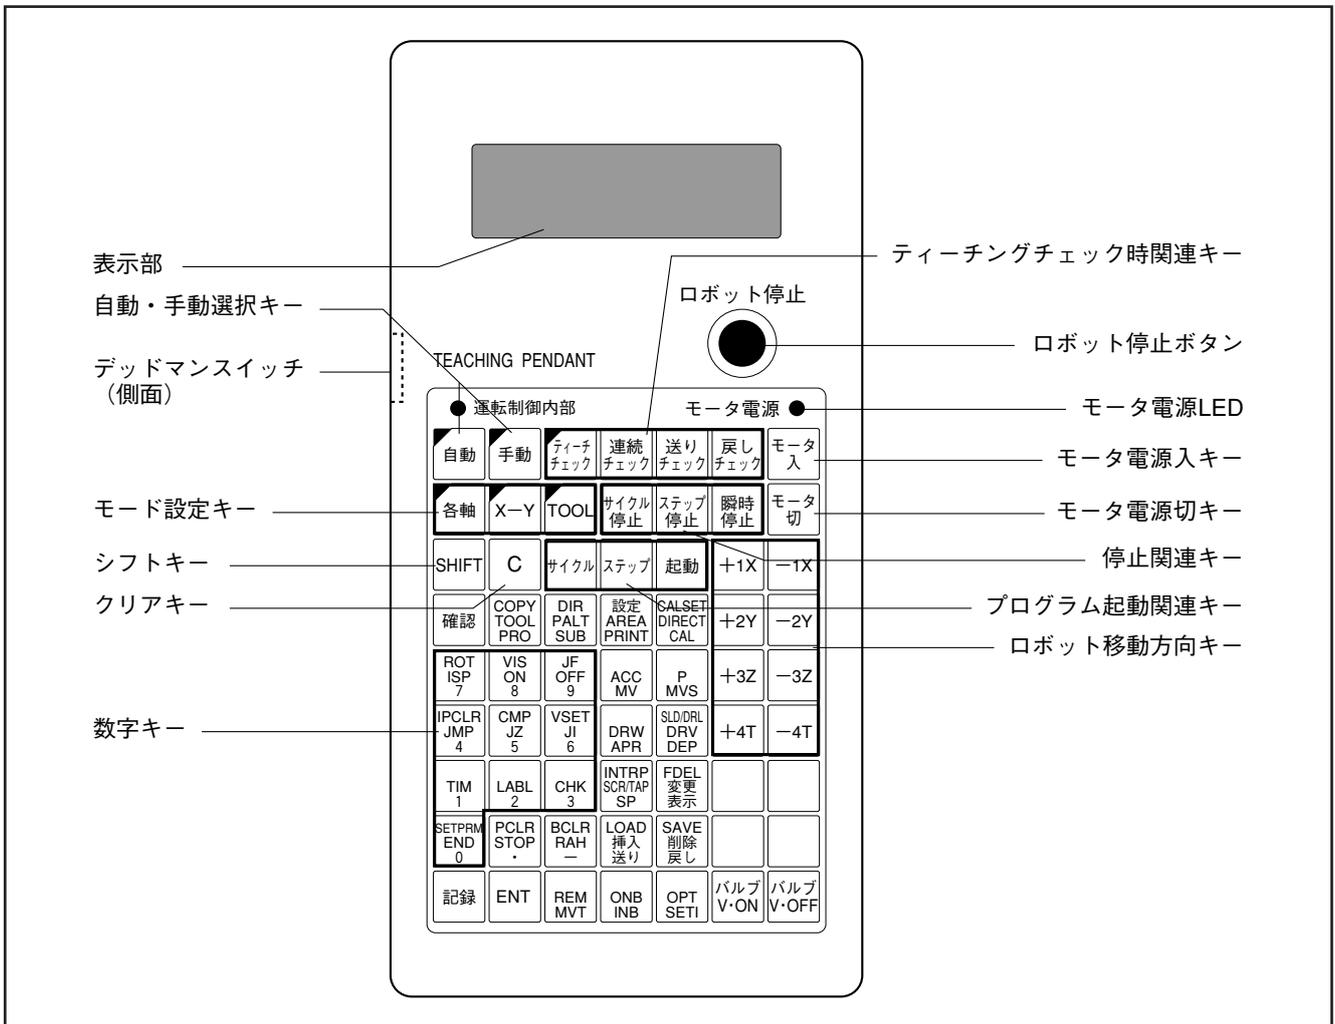

図1-19 ティーチングペンダント各部の名称
1.2 ティーチングペンダント ティーチングペンダント各部の名称を図1-19に示します。